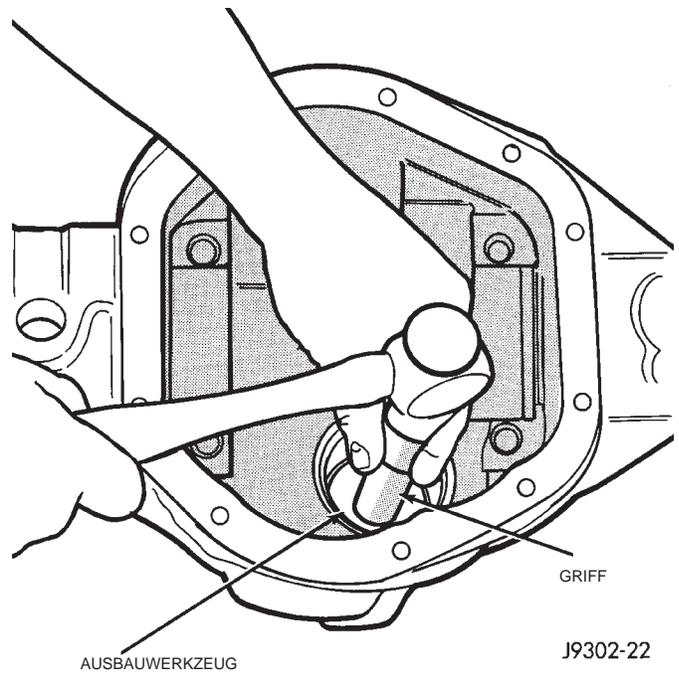

Abb. 39 Äußere Lagerschale ausbauen
(7) Äußere Lagerschale, Lager, Ölabstreifring (je nach Ausstattung) und Wellendichtring mit Werkzeug C-4345 und Griff C-4171 ausbauen (Abb. 39).